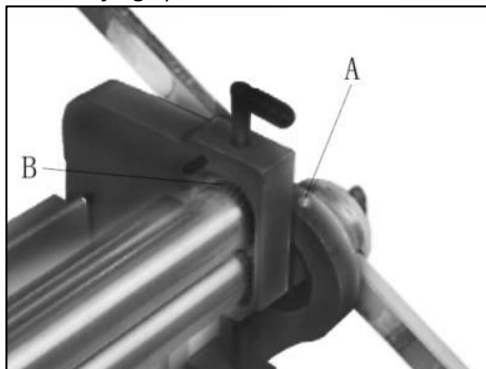

Figure 16
4. Appliquez de la graisse pour tube au lithium n° 2 une fois par mois aux graisseurs aux deux extrémités du cadre (A, Figure 16).
6. Appliquez légèrement de la graisse multi-usages au pinceau les engrenages à l'extrémité des rouleaux (B, Figure 16). Tournez la poignée de commande pour répartir la graisse.